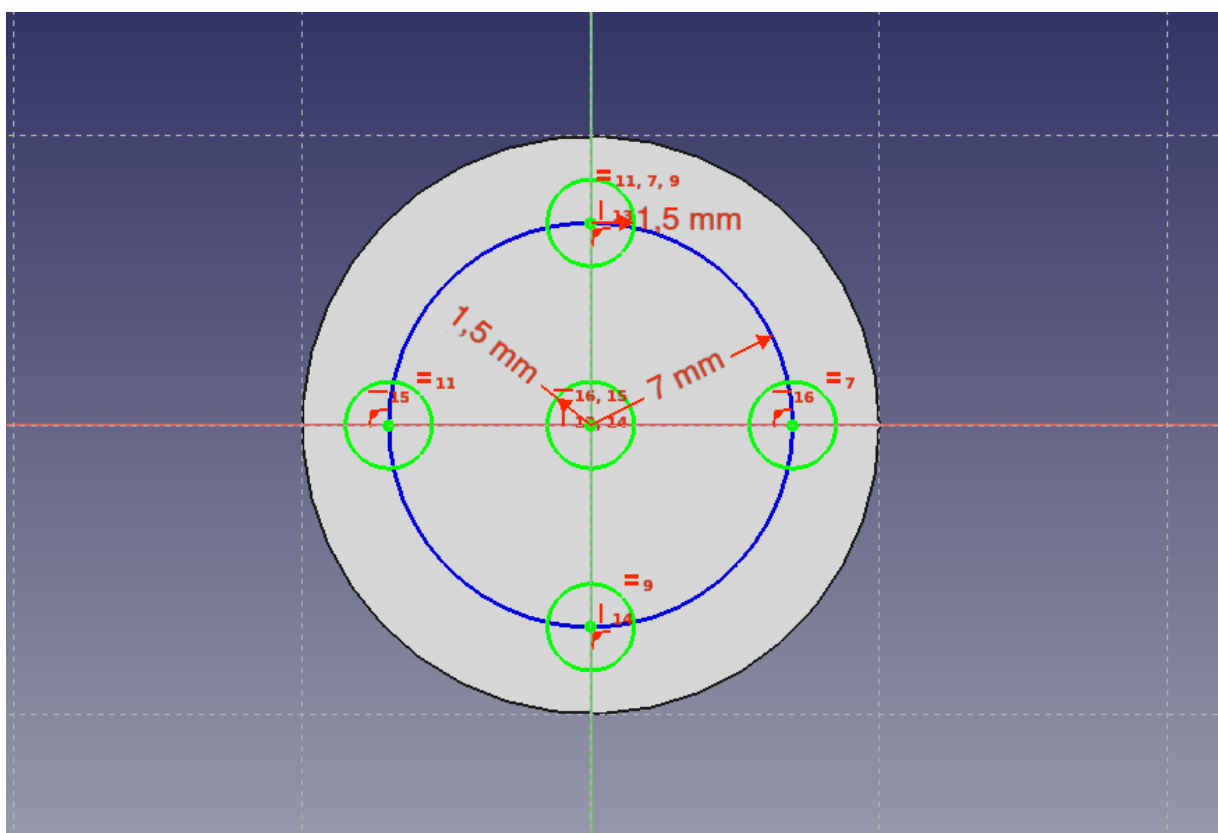

Рис. 8. Эскиз внешней грани фланца
8. Начинаем оформлять внешнюю грань фланца, на которой по центру находится отверстие для винта крепления фланца к ротору сервомотора. По окружности от центра симметрично расположены четыре одинаковых отверстия для крепления фланца к звеньям манипулятора. Выбираем внешнюю грань фланца (**Left-Click**) и создаем на этой грани эскиз «**Create Sketch**» по аналогии с Рис.8. Для симметричного размещения контуров четырех отверстий используется вспомогательная окружность (синего цвета) с центром в начале координат.